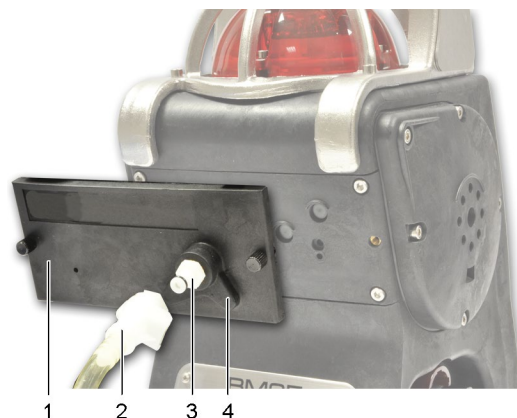

Figura 15: posicionamento da capa dos sensores (BM 25/25W equipado com uma bomba elétrica)
- A bomba elétrica é energizada pela bateria do monitor de gases e inicia o funcionamento automaticamente quando a capa dos sensores é colocada (Figura 15: posicionamento da capa dos sensores (BM 25/25W equipado com uma bomba elétrica) ref. 1); esta capa pode ser identificada por sua saliência (ref. 4).
- Conecte a linha de amostragem (ref. 2) na entrada de gás (ref. 3).